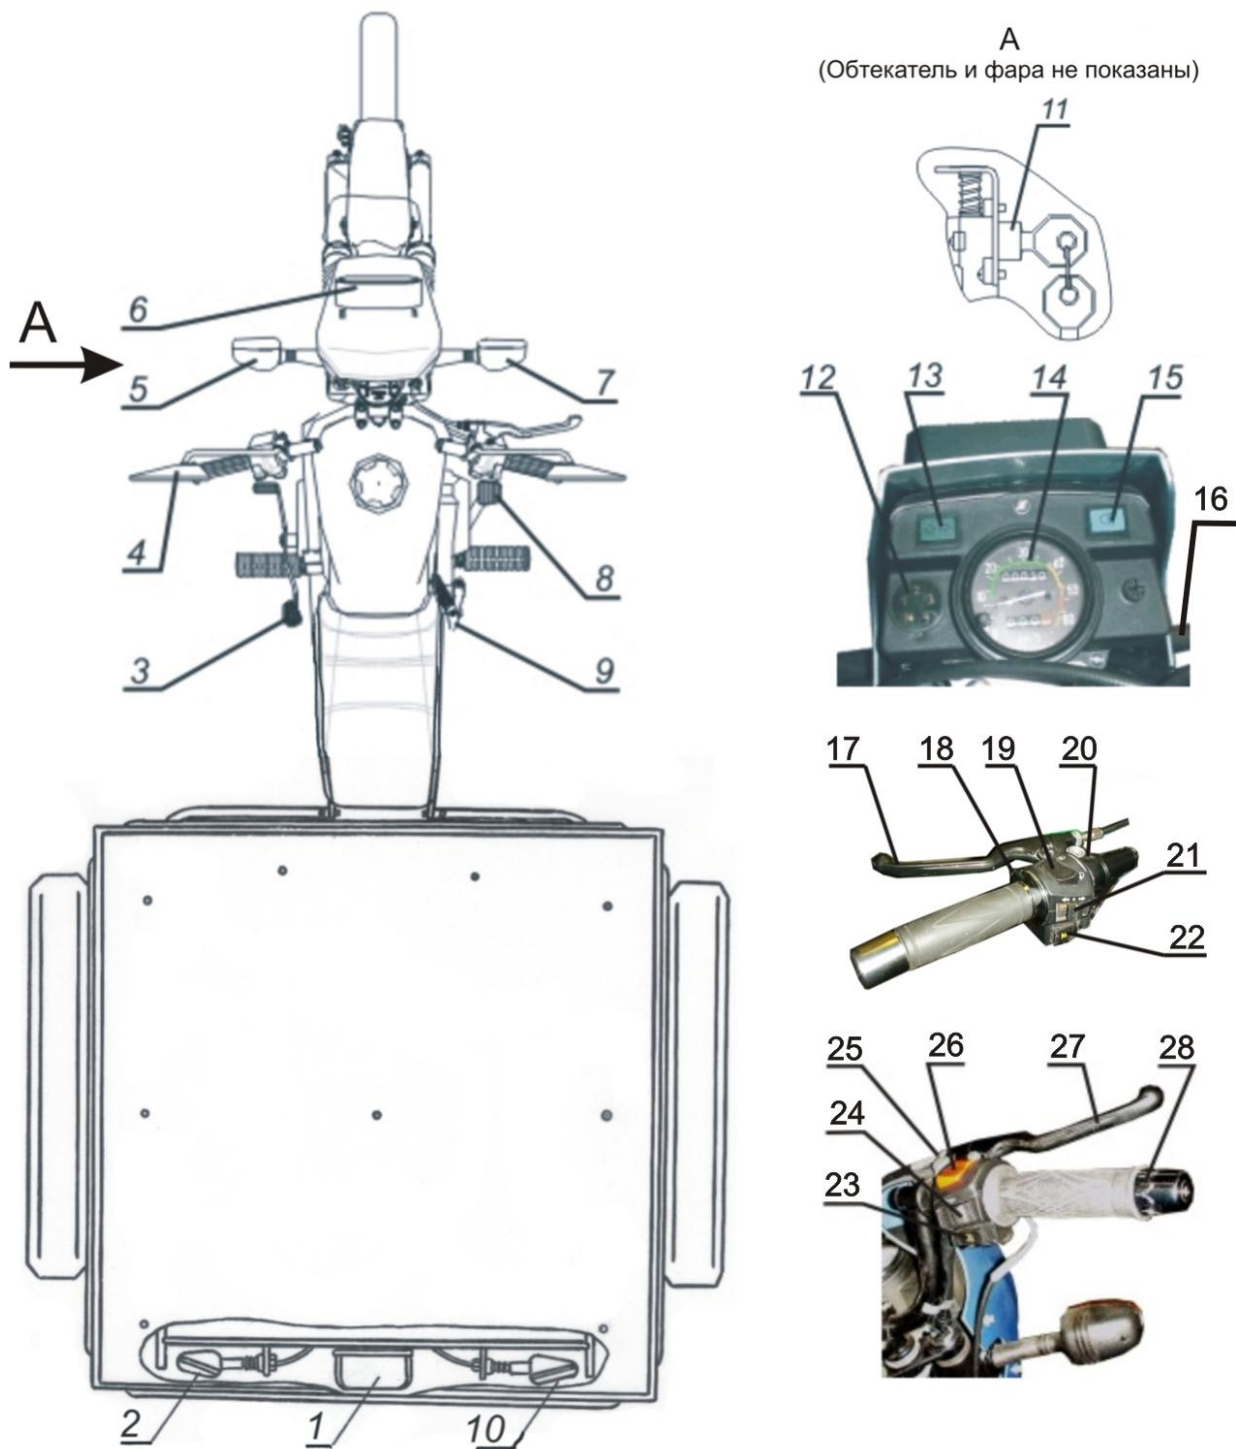

Рис. 2. Механизмы управления и приборы
- включить пусковое устройство карбюратора (поз. 4 рис. 5), для чего повернуть на себя ручку (поз. 20 рис. 2), расположенную на левом переключателе, на руле;
МЕХАНИЗМЫ УПРАВЛЕНИЯ И ПРИБОРЫ (см. рис. 2)
Переключатель центральный 216005490201 поз. 11(рис. 2) переключается поворотом ключа на 90° по часовой стрелке, имеет три рабочих положения "1"; "2"; "3":